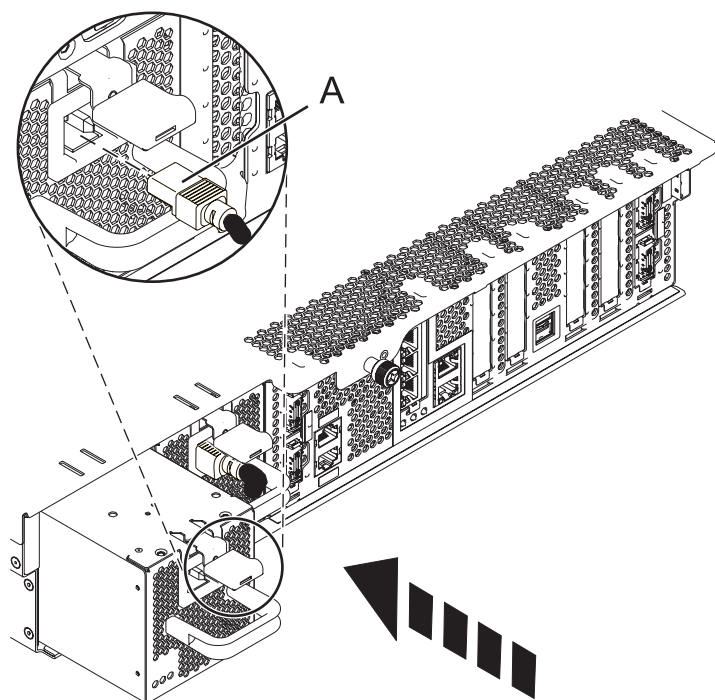

Figura 7. Sustitución de una fuente de alimentación
2. Alinee la fuente de alimentación con la bahía e inserte la nueva fuente de alimentación en la unidad del sistema hasta que el mecanismo de cierre encaje en su sitio, como se muestra en la Figura 7 en la página 10
3. Vuelva a conectar el cable de alimentación (**A**) en la parte frontal de la fuente de alimentación, como se muestra en la Figura 7.